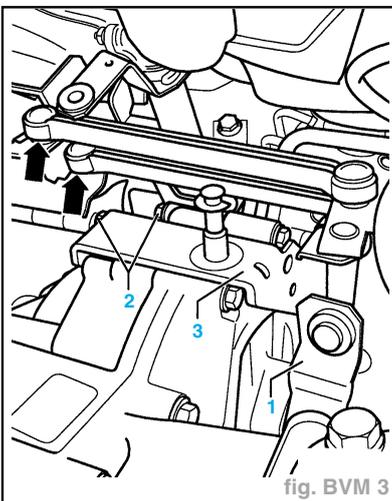

fig. BVM 3
- Désolidariser la console (4) de la tige de changement de vitesse avec la masse antivibratoire (5) via une rotation de 90° à droite. Pivoter la tige de changement de vitesse avec la masse antivibratoire vers le haut et les retirer du support de palier (6).
- Débloquer les longues tiges d'accouplement du sélecteur (flèches) avec un tournevis. Dévisser le levier de passage des vitesses avant (1) de la boîte (fig. BVM 3).